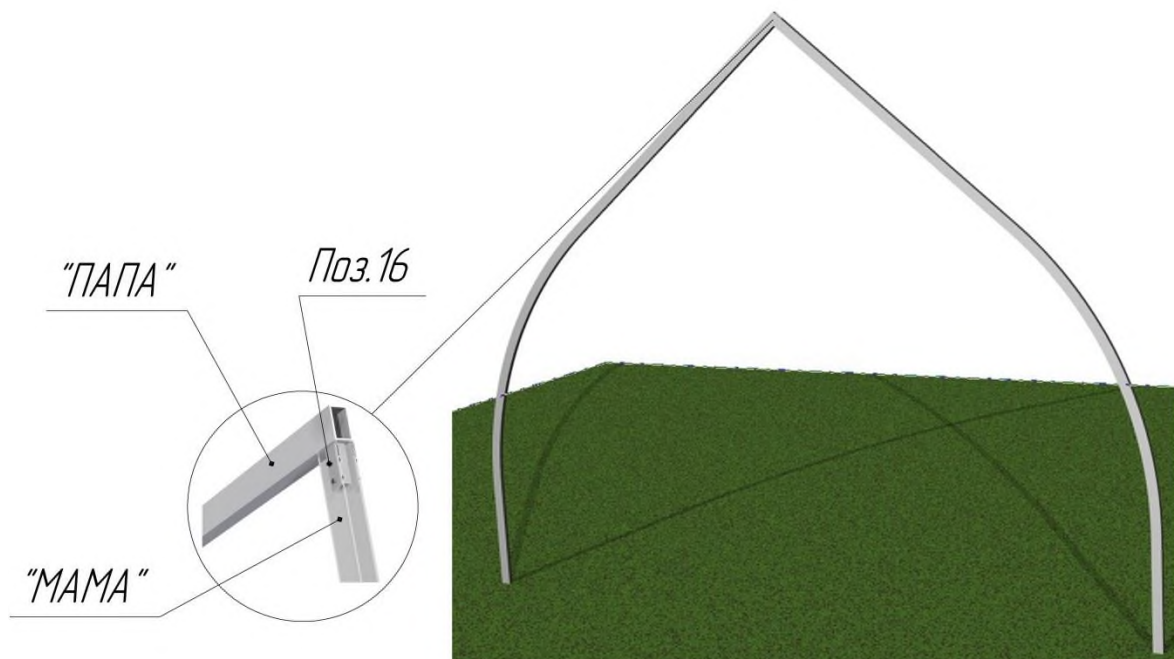

Рис.6 Монтаж полудуг
4. Соединить полудуги «папа-мама» (Поз.2) с помощью саморезов оцинкованных (Поз.16, рис.6)